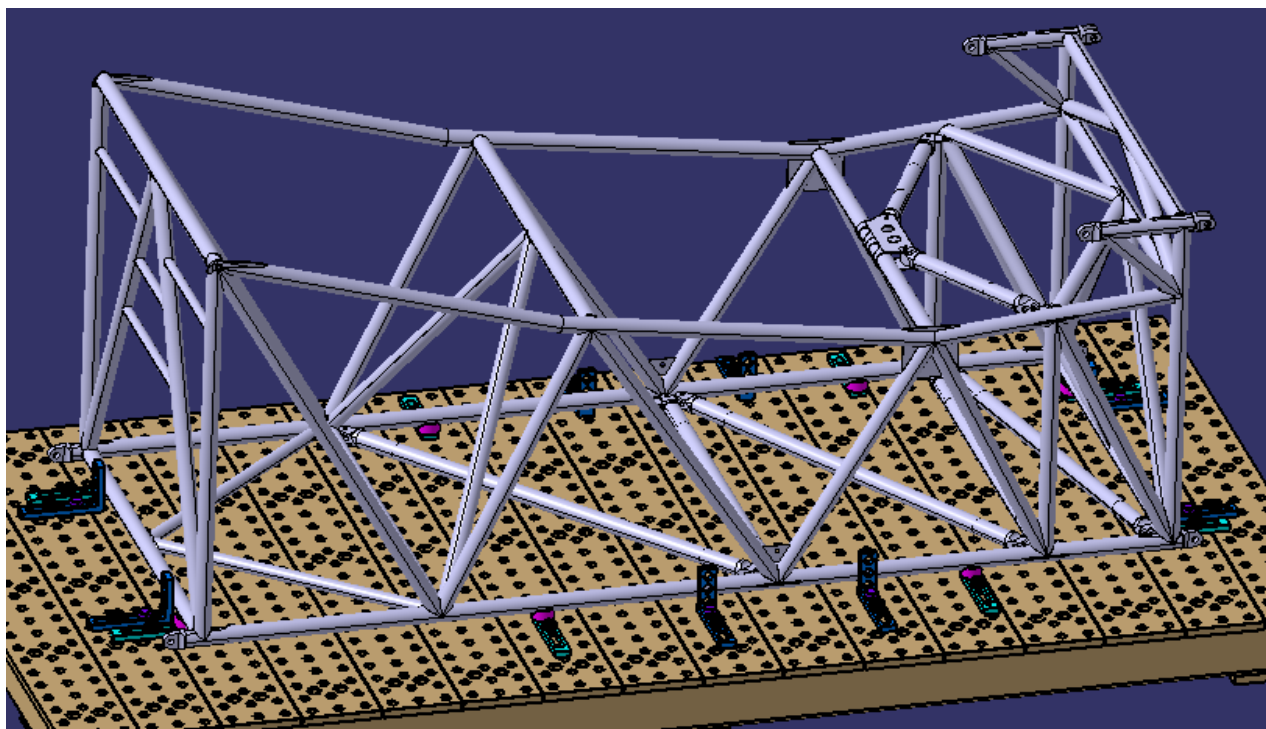

Fig.69 Ansamblul final grindă cu zăbrele după montarea ultimelor bare cu feruri (realizat de Giurcan Andreea și Ozon Flavius).
Etape pentru realizarea ansamblului din fig.69:
- Etape pentru realizarea ansamblului din fig.69: